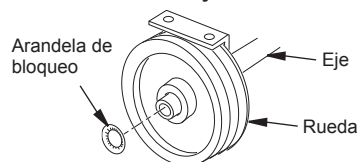

Figura 3. Ensamblaje de ruedas/eje para el modelo 280-IF
- Inserte la arandela de bloqueo (que se encuentra en el sobre de documentación) con el lado convexo hacia el exterior de la máquina; usando un martillo y una llave de ajuste de tamaño adecuado, golpéela ligeramente para fijarla en la posición correcta (consulte la figura 3).